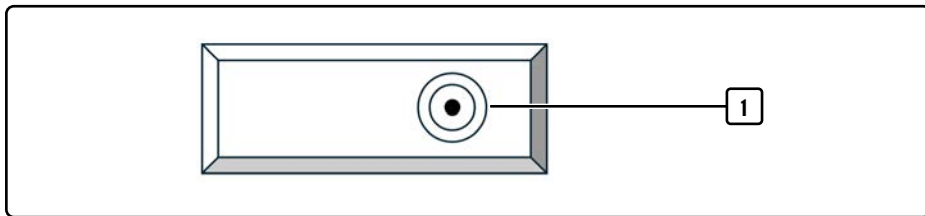

Fig. 4 Vue de dessus du réservoir d'eau
3. Insérez la cartouche filtrante dans l'adaptateur de filtre à eau (1, Fig. 4) sur le réservoir d'eau de manière à ce qu'elle soit emboîtée.